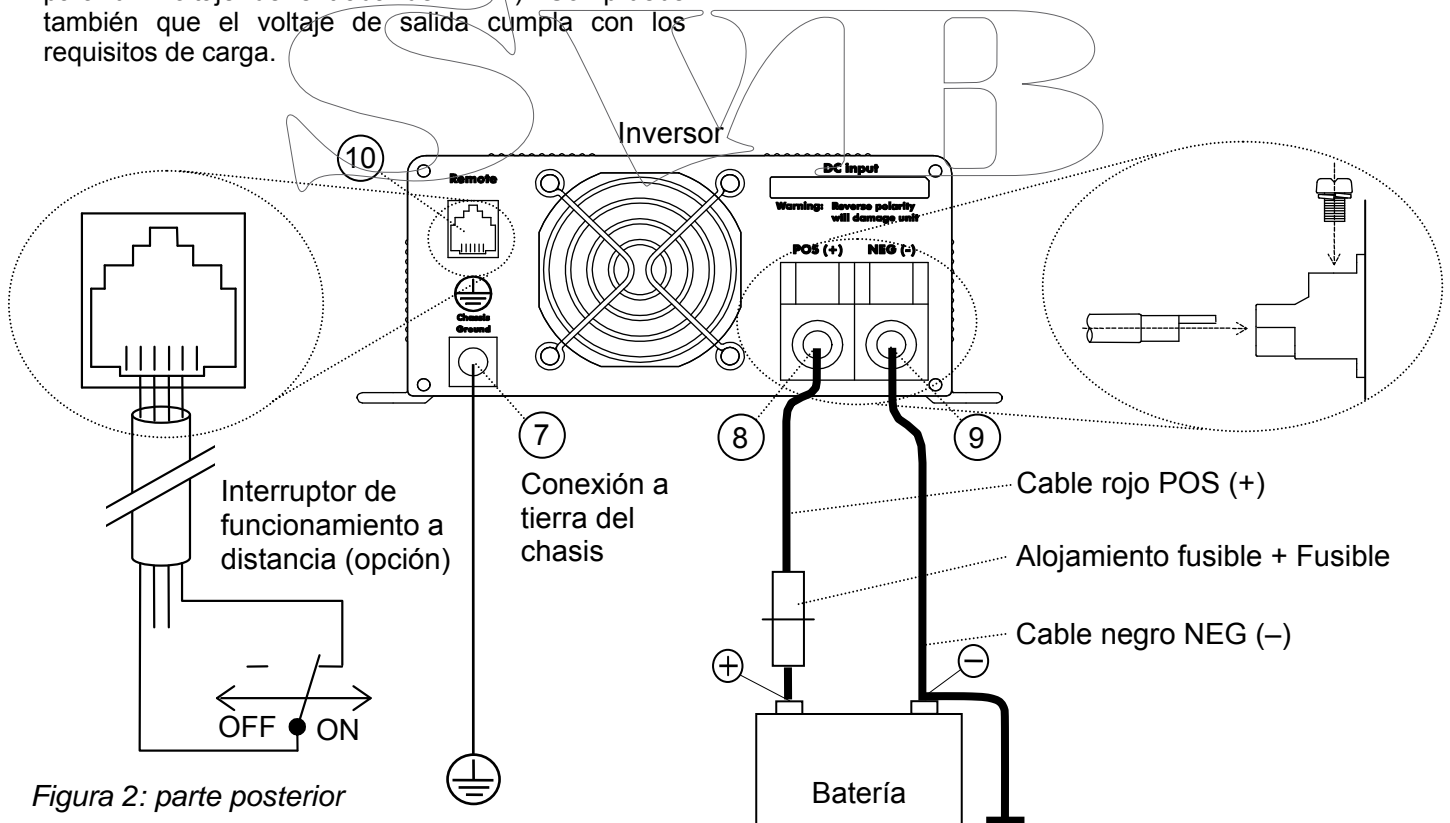

Figura 2: parte posterior
- Conecte el punto de conexión a tierra del inversor (Véase la figura 2 ref 7) al punto de conexión a tierra central del vehículo / barco
- Conecte el neutro (N) de la salida de CA al tierra (PE / GND) y integre un Dispositivo de Corriente Residual (RCD) en el cableado de la salida de CA. Vea información específica según modelos a continuación ¡Consulte las normativas locales al respecto!
- Conecte el cable de CA como se muestra en la figura 2: el terminal negro (9) NEG (-) al polo negativo (-) de la alimentación eléctrica / batería, el terminal rojo (8) POS (+) al polo positivo (+) de la alimentación eléctrica / batería. Coloque un portafusible de CC en el cable positivo, pero no instale el fusible todavía. Monte el cable de CC exactamente como se indica. No coloque nada entre el terminal circular y la superficie del terminal. Asegúrese de que todas las conexiones de DC estén bien ajustadas. Par de torsión recomendado: 11,7-13 Nm.
- Conexión a tierra del chasis: Use un cable AWG8 / 6 mm2 para conectar el terminal de conexión a tierra del chasis (7) a la conexión a tierra central
- Interruptor de funcionamiento a distancia (opción). Si desea que el inversor funcione en un lugar distante puede instalar un interruptor como se indica en la figura 2. Cuando se cierra el contacto el inversor se activa.